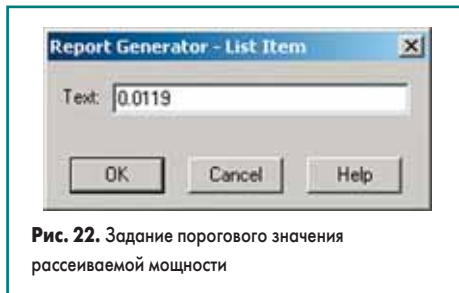

Рис. 22. Задание порогового значения рассеиваемой мощности
5. В появившемся на экране окне Report Generator – List Item (рис. 22) в поле Text введем значение 0.0119 и нажмем кнопку ОК. Введенное значение окажется заданным в качестве порога сравнения.